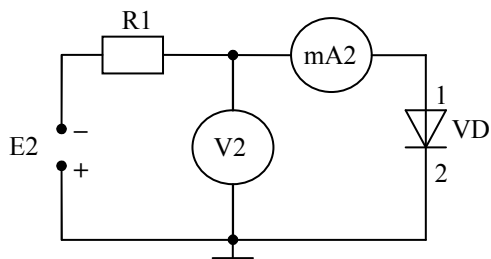

Рис.2. Принципиальная электрическая схема для снятия обратной ВАХ выпрямительного диода
4. Собрать электрическую схему для снятия обратной характеристики исследуемого низкочастотного выпрямительного диода (рисунок 2)